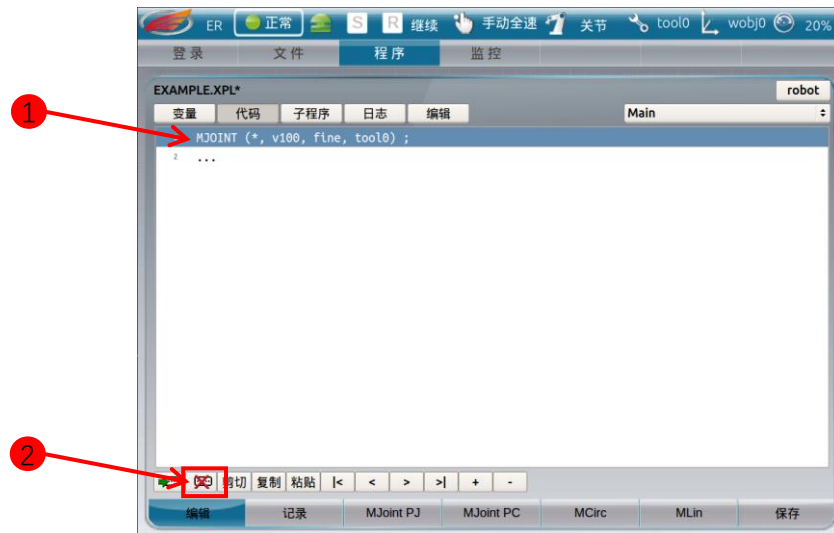

图 16
1. 选中该行代码（如图 16 标记 1）
2. 点击删除按钮 “”（图 16 中标记 2）